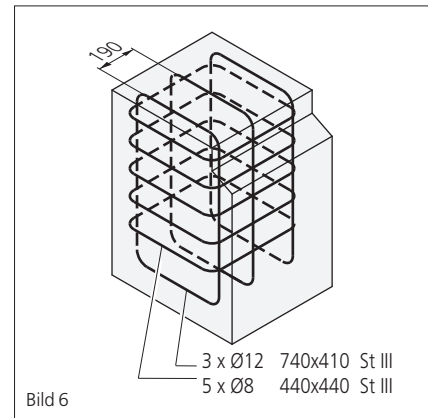

Bild 6
3. Ausbetonieren des Fundamentloches mit Beton BH PC 250 (Betonfestigkeit  $W = 25 \text{ N/mm}^2$ ). Eine Armierung ist für die Schranke unbedingt erforderlich (Bild 6).